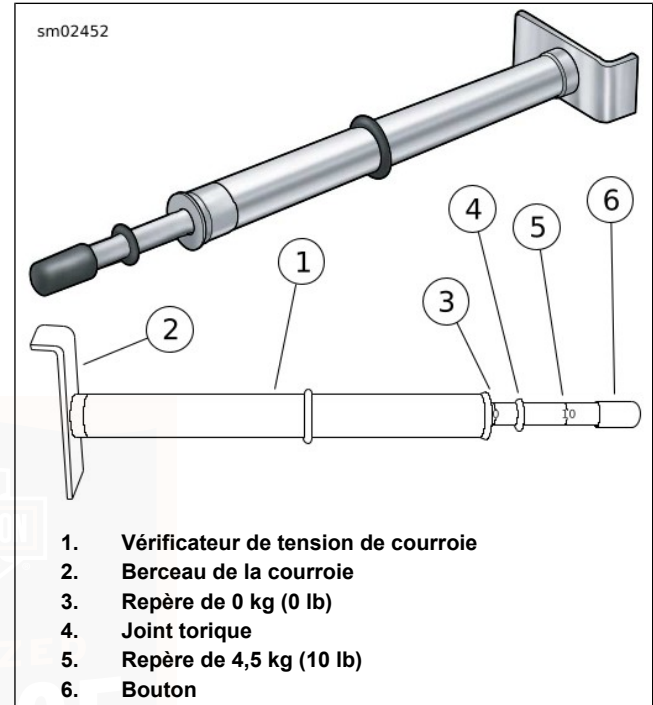

Figure 64. Vérificateur de tension de courroie
2. Voir Figure 64. Obtenir un BELT TENSION GAUGE (VÉRIFICATEUR DE TENSION DE COURROIE) (N° DE PIÈCE : HD-35381-A).